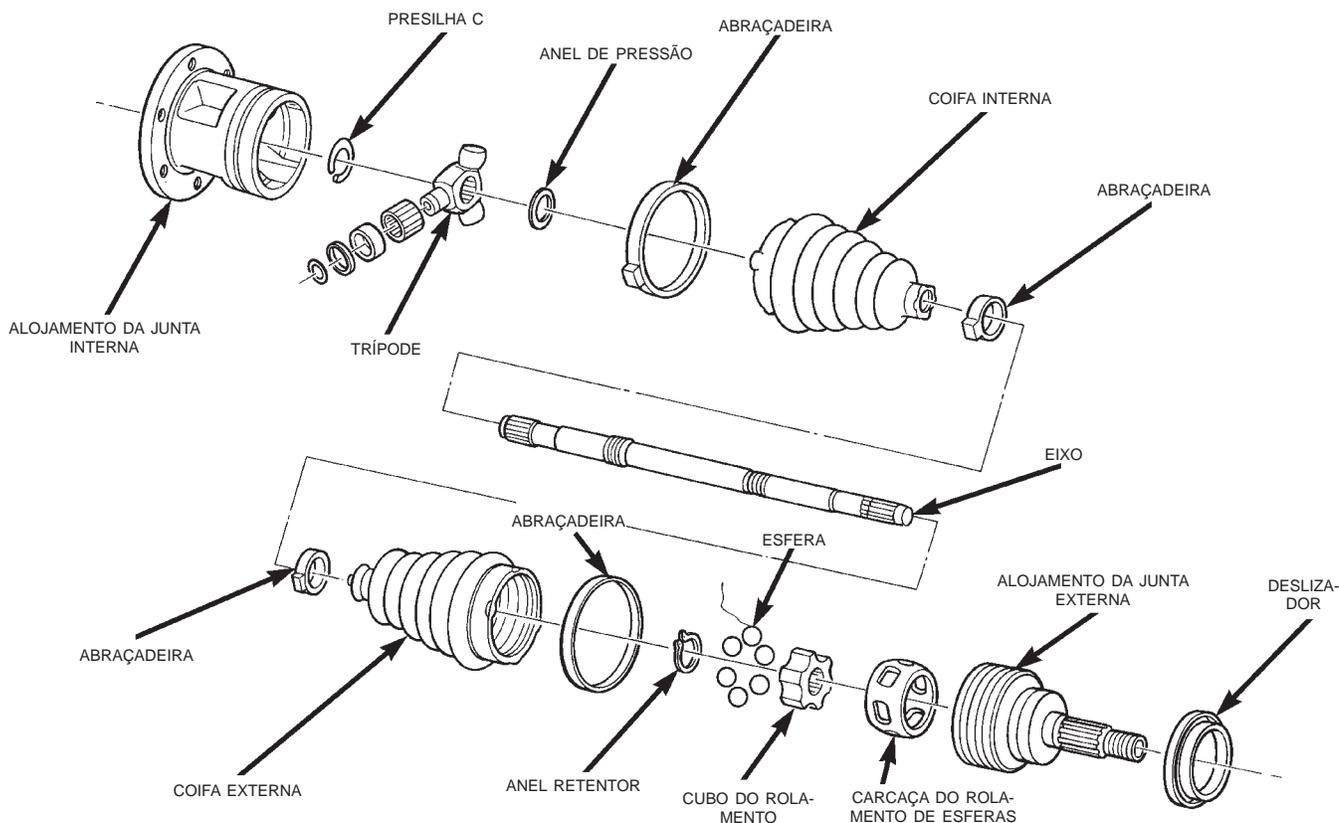

Fig. 25 Componentes do Eixo Propulsor
- (1) Limpe todos os componentes com o solvente apropriado e seque-os com ar comprimido.
- (2) Inspeção quanto a desgaste excessivo ou entalhe as pistas de esferas no alojamento.
- (3) Inspeção as ranhuras do eixo curto e das rosca quanto a danos.
- (4) Inspeção as esferas quanto a corrosão, rachaduras, entalhes e desgaste excessivo. Uma superfície exterior opaca é normal.
- (5) Inspeção a carcaça do rolamento quanto a desgaste, ranhuras, ondulações, rachaduras e lascas.
- (6) Inspeção o cubo do rolamento quanto a desgaste excessivo e entalhes nas pistas de esferas (Fig. 25).